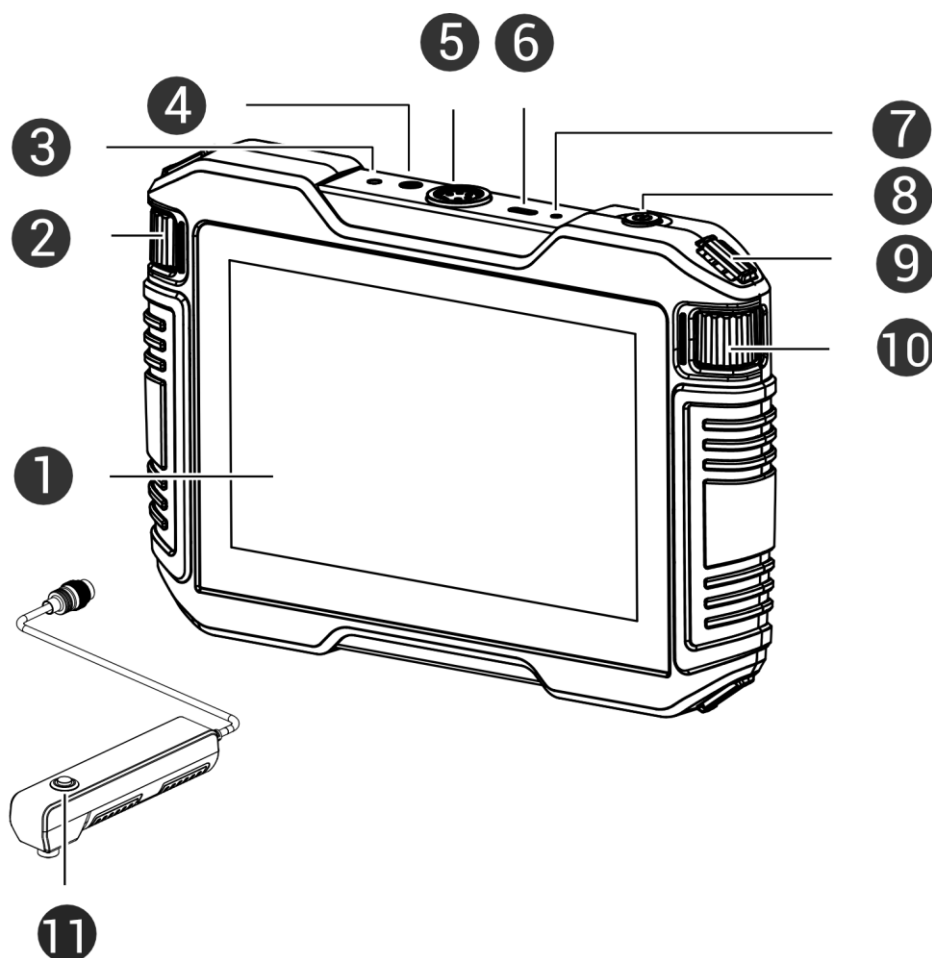

Figura 1-1 Corpo Principal do Dispositivo e Alça de Fixação
2. Ajuste a faixa de frequência girando a roda de frequência (Nº 10 em Figura 1-1)